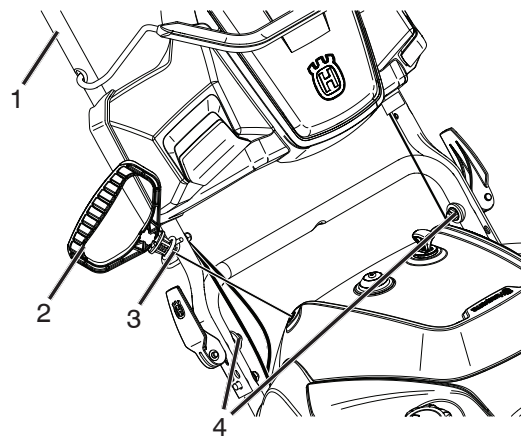

Figure 4
4. Tirer et abaisser légèrement le guidon pour vérifier qu'il est verrouillé en place (Figure 4).